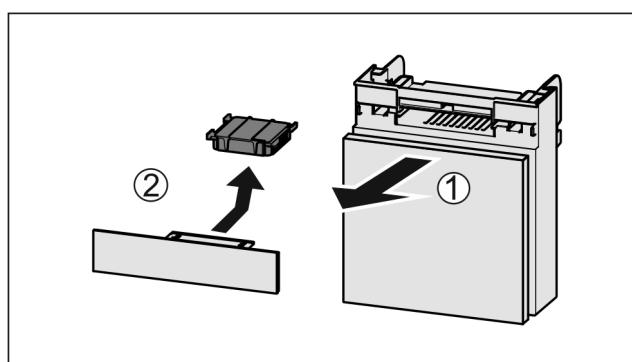

Fig. 137
- 向前拉出 Fig. 137 (1)抽屉。
- 取出 Fig. 137 (2)活性炭过滤器。